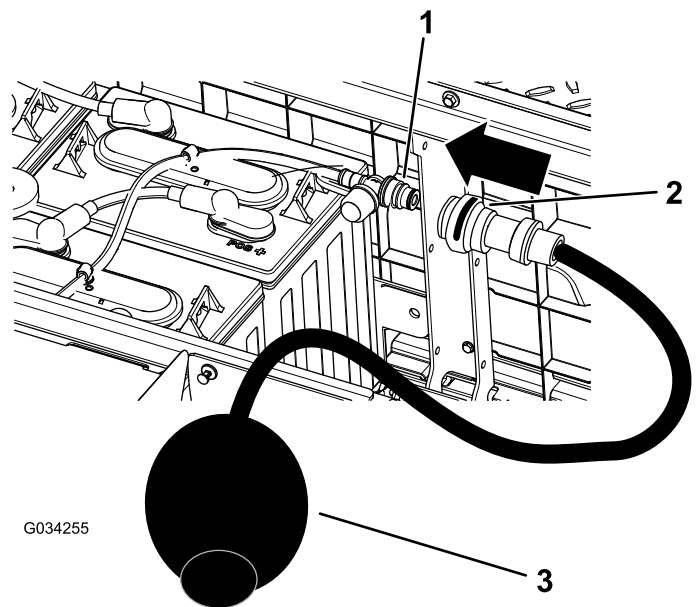

Bild 40
4. Schließen Sie die Wasserhandpumpe von Toro an den Wasserfüllanschluss an (Bild 40).